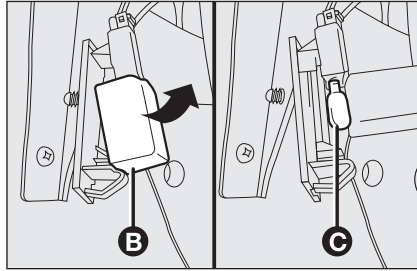

fig. 29
- ☐ ouvrez la couverture de l'ampoule **B**-fig. 29 et remplacez l'ampoule installée **C**;